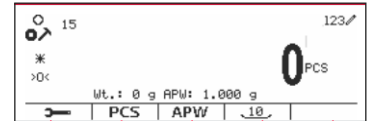

Figure 41
- Saisissez le poids unitaire à l'aide du pavé numérique. (Voir Figure 41)